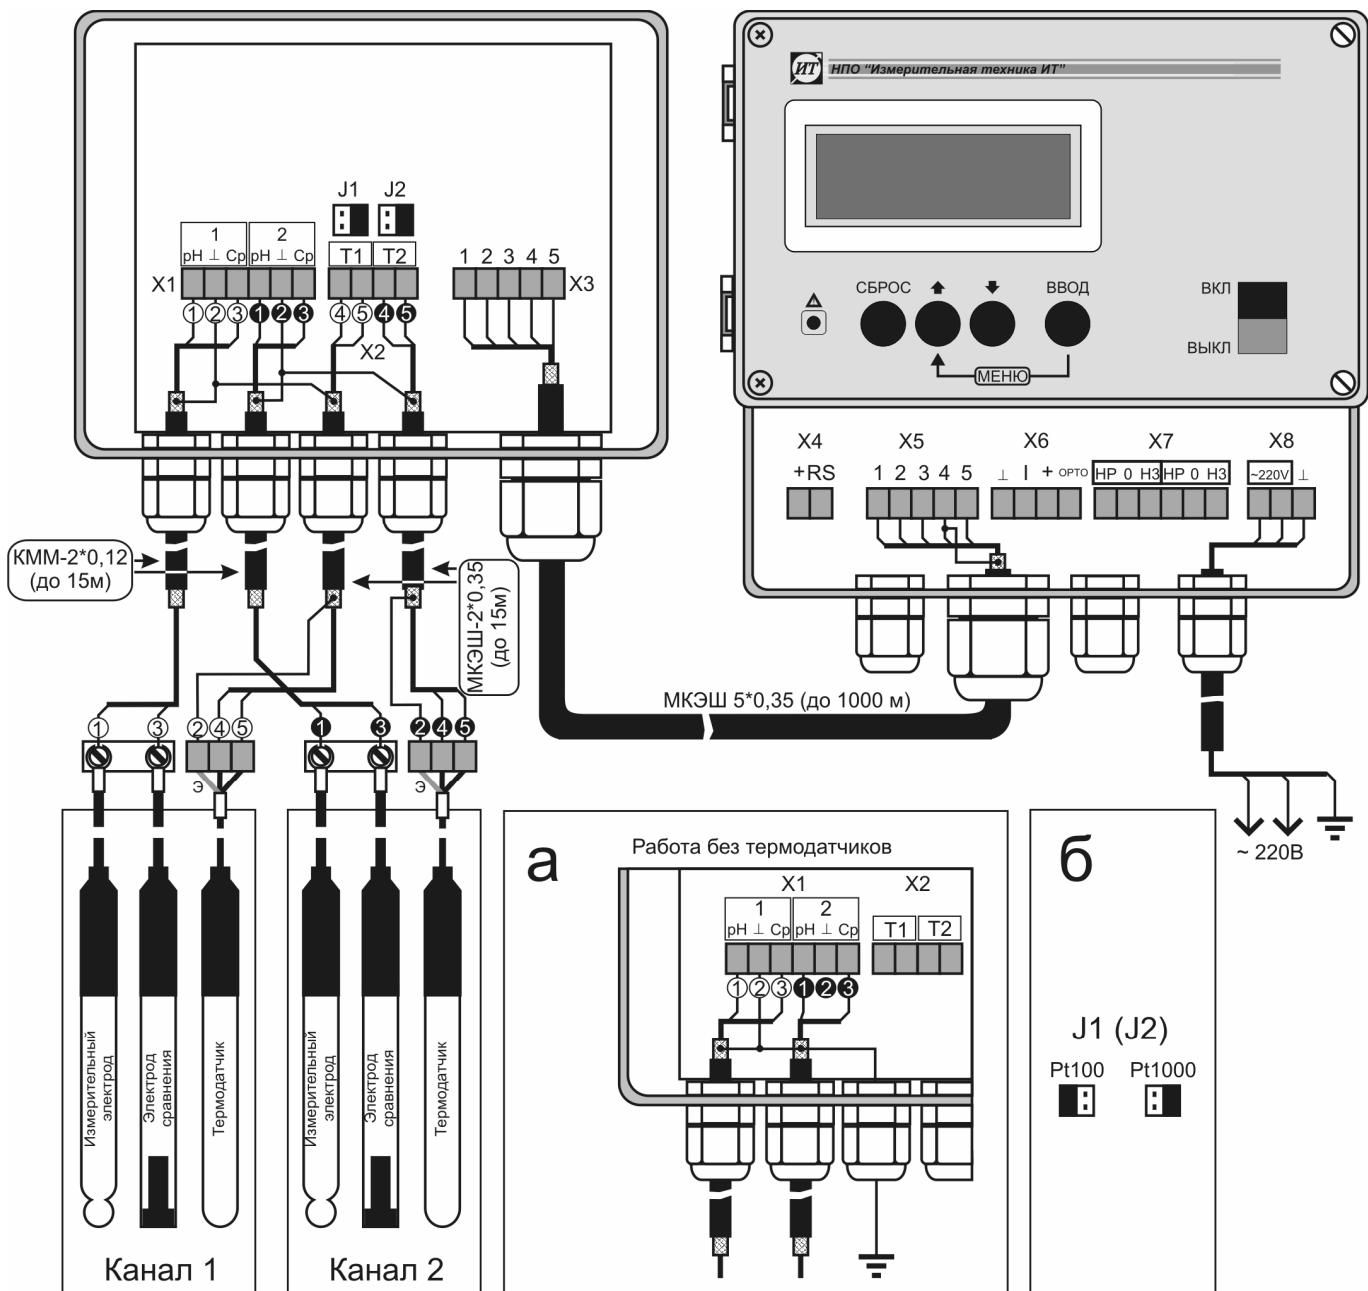

Рисунок 4
4.4.3 Установить перемычки J1 и J2 (для ИТ-2103 и ИТ-2103Ex) в положение соответствующее типу выбранных термодатчиков (см. рисунок 4б).
4.5.2 При работе без термодатчиков клемма « \perp » разъема X1 должна быть заземлена (см. рисунок 4а).